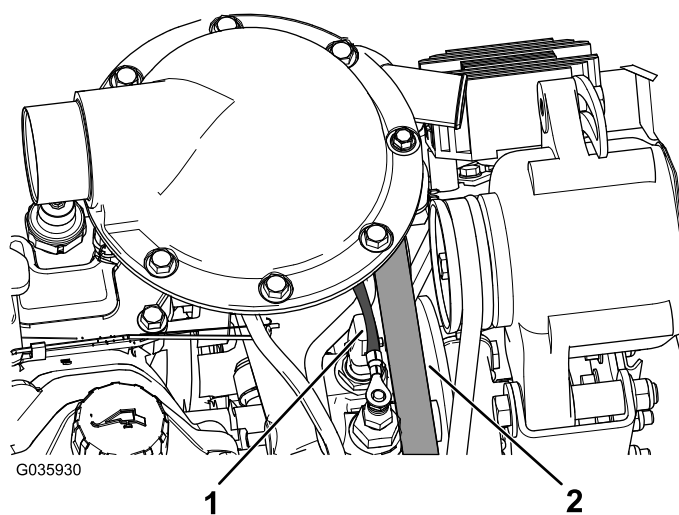

Figura 12
4. Con fascette per cavi, fissate il tubo trasversale del motore e il cablaggio preassemblato del motore lontano dalla cinghia dell'alternatore (Figura 12).